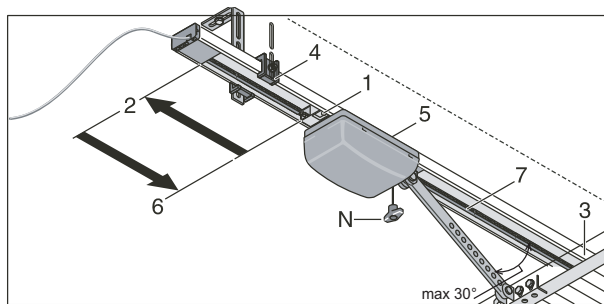

Fig. 20
Fig. 20) Spostare il fine corsa (1) fino al punto (2) cioè completamente indietro. Aprire la porta (3) manualmente e lateralmente una volta aperta si può regolare il fine corsa d'apertura.